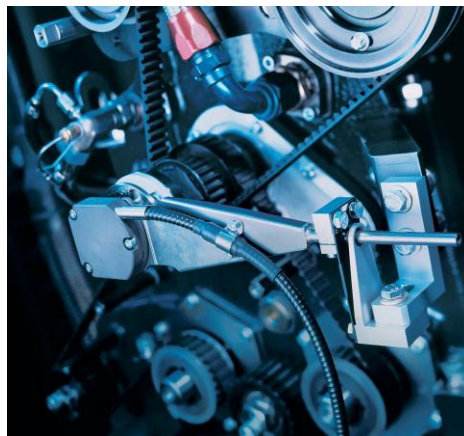

Figura 8. Posición de equipo
- ✓ AVL Angle Encoder 365C. Figura 8